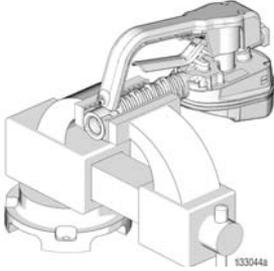

ABB. 1
1. Das gemessene Abgabeventil in einen Schraubstock einspannen. (ABB. 1).